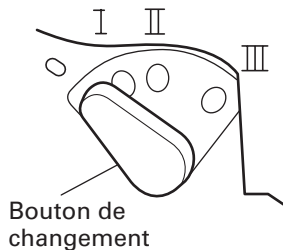

Fig. 7
- (1) La scie sauteuse utilise un fonctionnement orbital qui déplace la lame tout aussi bien d'avant en arrière que de haut en bas. Régler le bouton de changement montré à la Fig. 7 sur "0" pour minimiser le fonctionnement orbital (la lame ne se déplace que de haut en bas). Le fonctionnement orbital peut être sélectionné en quatre étapes de "0" à "III".